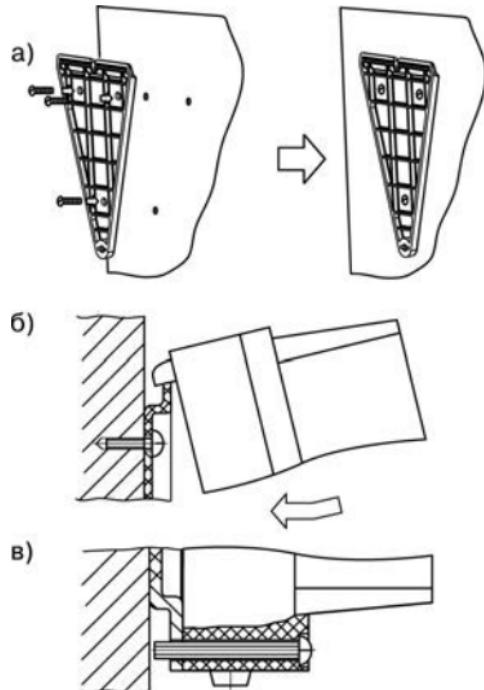

Рисунок 8.1 - Монтаж прибора
- 1) Закрепить кронштейн тремя винтами M4×20 на поверхности, предназначенной для установки прибора (см. Приложение А и рисунок 8.1, а).
- 2) Зацепить крепежный уголок на задней стенке прибора за верхнюю кромку кронштейна (рисунок 8.1, б)
- 3) Прикрепить прибор к кронштейну винтом M4×35 из комплекта поставки (рисунок 8.1, в).